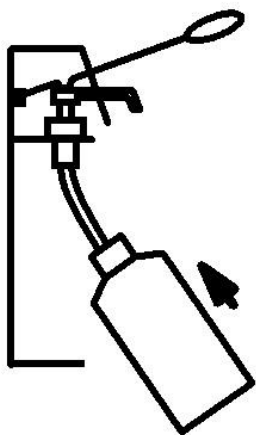

Рис. 2
- флаконы вида 1 (прямоугольные) с горлышком 28 мм установите непосредственно на выступ держателя и закрутите на резьбу горлышка крышку помпы (см. рис.2) .